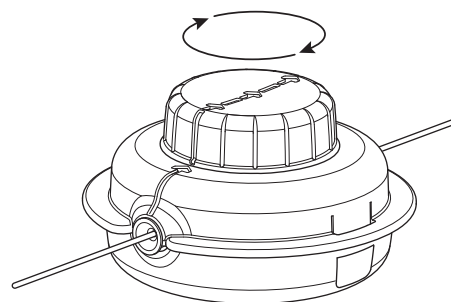

Fig. 15
5. Gire la perilla de impacto en el sentido de las agujas del reloj para enrollar el hilo hasta que sobresalgan aproximadamente 5 pulgadas (12.7 cm) por cada lado del cabezal de corte (Fig. 15).